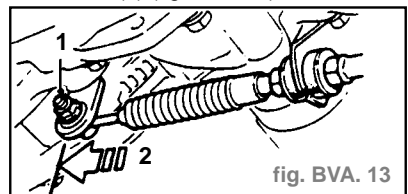

fig. BVA. 13
- Desserrer l'écrou maintenant la tringle du câble de sélecteur sur le levier de sélection (1) (fig. BVA. 13).